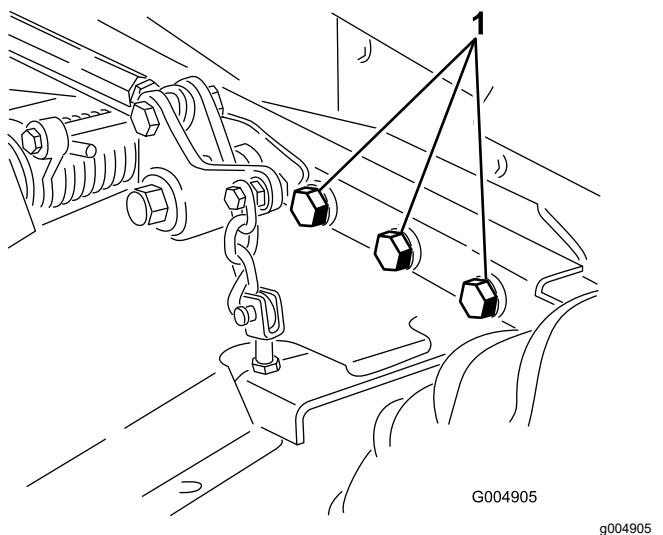

Figure 97
- Vérifiez le serrage de toutes les fixations et resserrez-les au besoin. Serrez les 6 boulons qui fixent le cadre du tablier de coupe au groupe de déplacement (Figure 97) à 359 N·m (265 pi-lb).